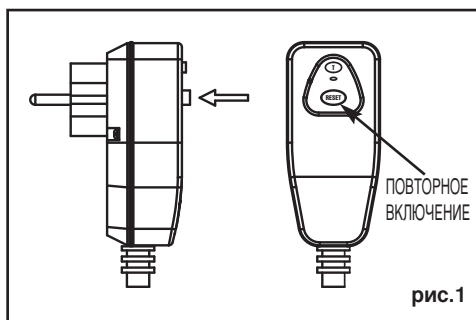

рис.1
1. Вставьте RCD в выходное отверстие. Нажмите кнопку RESET на пробке RCD. Индикатор должен быть включён. Смотрите рис.1.